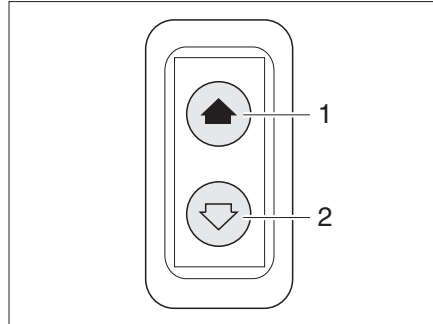

Fig. 17 Interruptor para el elevelunas eléctrico
El vehículo está equipado con un elevelunas eléctrico (Fig. 17) en el lado del conductor.
- Abrir:* ■ Pulsar la parte inferior del conmutador (Fig. 17,2).
- Cerrar:* ■ Pulsar la parte superior del conmutador (Fig. 17,1).